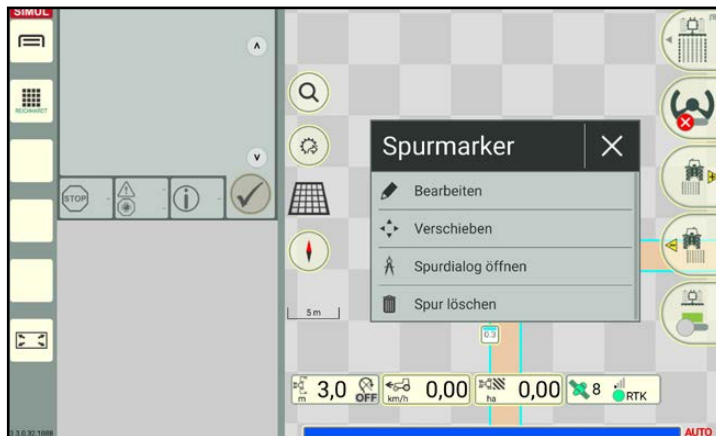

Abb. 205: Kontextmenü eines anderweitigen Spurmarkers einer Teilgrenzlinie
- Durch Antippen eines anderweitigen Spurmarkers einer Feldgrenze gelangen Sie in das Kontextmenü des Spurmarkers (siehe Abb. 205).